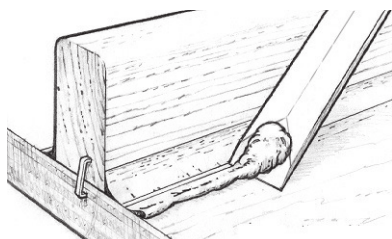

图14 清除圆角边缘外多余的环氧树脂。
3. 使用搅拌棒或油灰刀清理边缘外剩下的多余材料(图14)。在圆角固化之前(或圆角固化和打磨后),可在玻璃纤维布或胶带上涂布玻璃纤维布或胶带。